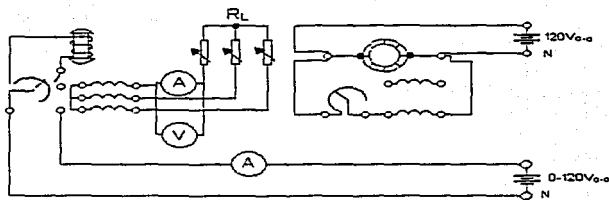

Figura 2
- Conectar el circuito de la figura 2.
<ul style="list-style-type: none"> <li>• Conectó el circuito de la figura 2.</li> <li>• Acopló el motor de C.C., en derivación mediante una banda con el generador síncrono.</li> <li>• Ajustó el reóstato de campo del motor en derivación de C.C., a una resistencia mínima, girando la perilla en el sentido de las manecillas del reloj.</li> <li>• Ajustó el reóstato de campo del generador síncrono a una resistencia máxima, girando la perilla en sentido contrario de las manecillas del reloj.</li> <li>• Ajustó cada conjunto de resistencia a un valor de 300 Ohms.</li> <li>• Energizó el circuito.</li> <li>• Ajustó con el reóstato de campo del motor de C.C., en derivación a una velocidad de 1800 r.p.m., con el tacómetro de mano.</li> <li>• Cerró el interruptor S, si el generador síncrono lo tuviese.</li> <li>• Ajustó la excitación de C.C. del generador síncrono hasta que <math>E_g = 208 \text{ V}_{c.a.}</math>.</li> <li>• Midió los siguientes parámetros: <math>I_g</math> e <math>I_L</math>.</li> <li>• Quitó toda la carga, abriendo los interruptores de las resistencias.</li> <li>• Midió los siguientes parámetros: <math>E_g</math> e <math>I_g</math>.</li> <li>• Redujo la tensión a cero.</li> <li>• Desconectó la fuente de alimentación.</li> <li>• Calculó la regulación del generador síncrono, con carga resistiva.</li> <li>• Sustituyó la carga resistiva con una inductiva y ajustar cada sección a <math>X_L = 300 \text{ Ohms}</math>.</li> <li>• Repitió los pasos del 3 al 4.</li> <li>• Sustituyó la carga inductiva con una capacitiva.</li> <li>• Ajustó cada sección a <math>X_C = 300 \text{ Ohms}</math> y repetir los pasos del 3 al 4.</li> <li>• Redujo la tensión a cero.</li> <li>• Desconectó la fuente de alimentación.</li> <li>• Comparó los resultados de cada una de las cargas, explicando el comportamiento de cada una.</li> </ul>